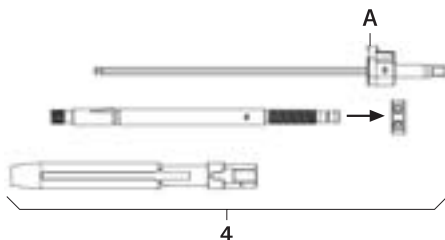

Fig. 2
- Demontera repositionsspak 4, se Fig. 2: Tryck kraftigt på knappen A och ta ut skruvmejseln FW234R.